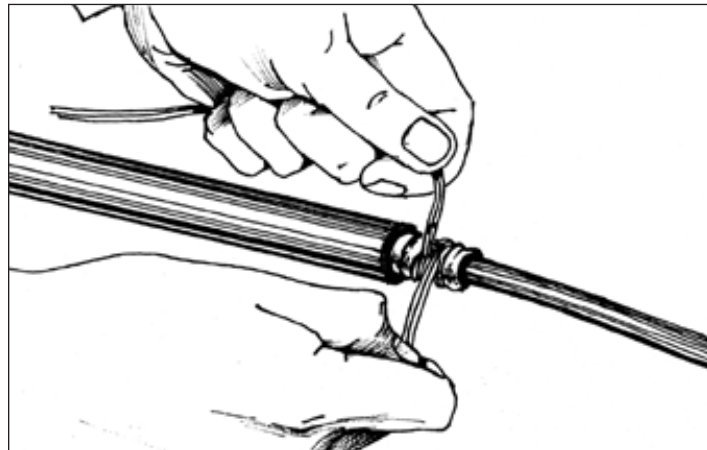

Рис. 3.3. Обмотка проволочного бандаж лентой 88Т
3.1.3. Поверх проволочного бандаж, на всем участке стальной гофрированной оболочки наматывают с 50 % - м перекрытием два слоя ленты 88Т (Рис. 3.3).